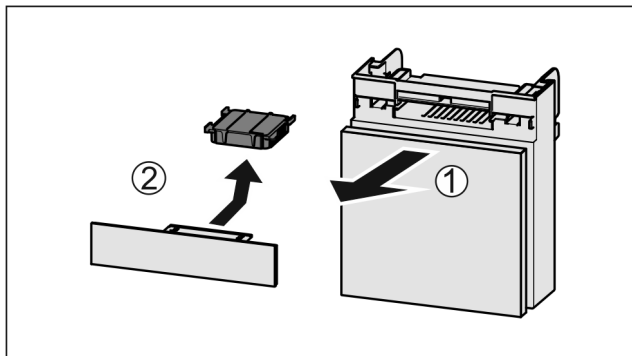

Fig. 66
- ▶ Zásuvku vytáhněte dopředu Fig. 66 (1).
- ▶ Filtr s aktivním uhlím vyjmete Fig. 66 (2).